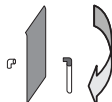

図 6
④目詰まりサイン・保護エルボを180度回転させ同じ位置に固定してください。（図6）
⑤フィルタケースフタのツメをフィルタケースの溝に合わせて、